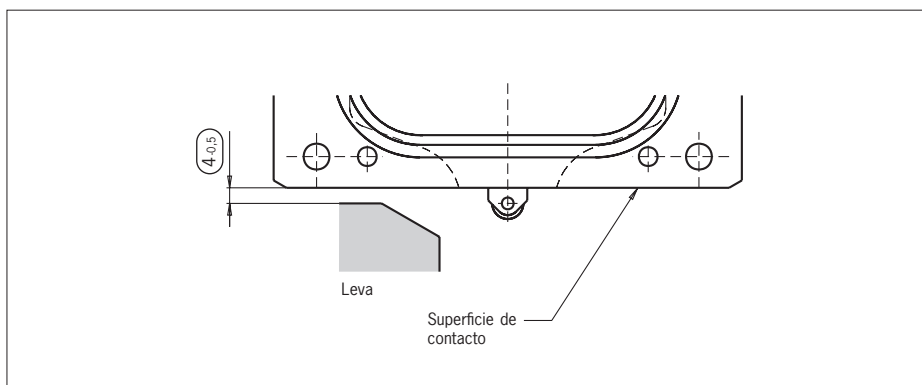

Figura 4: montaje para circuitos de seguridad
- ▶ En los circuitos de seguridad es imprescindible respetar la medida (4,05) (distancia de la superficie de contacto del interruptor a las levas de mando, véase la figura 4) para una apertura segura del contacto.